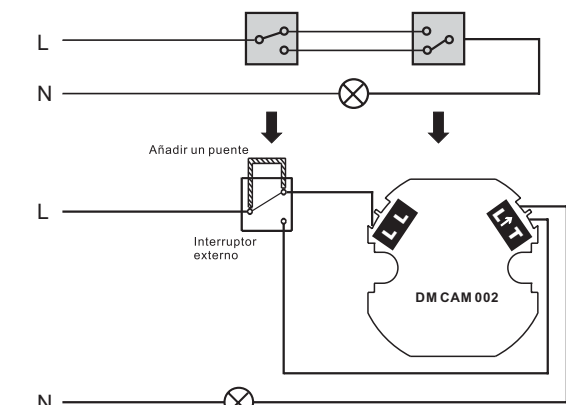

FIG.7-A
3. Sustitución de los dos conmutadores de una instalación por dos DM CAM 002. (FIG.7 B)